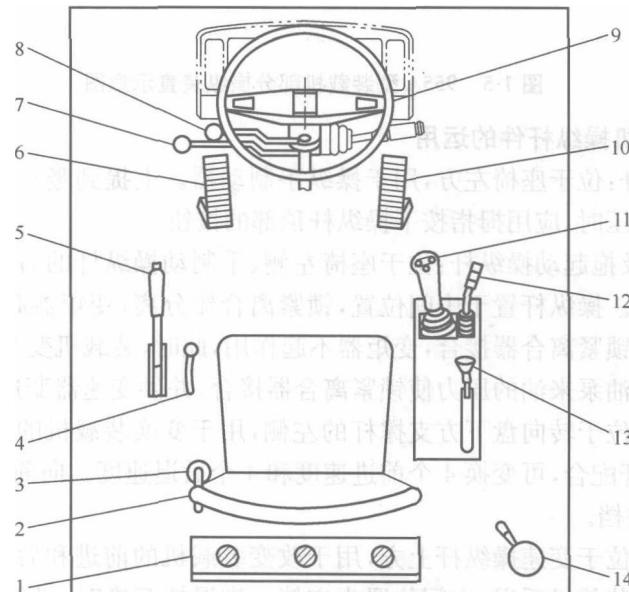
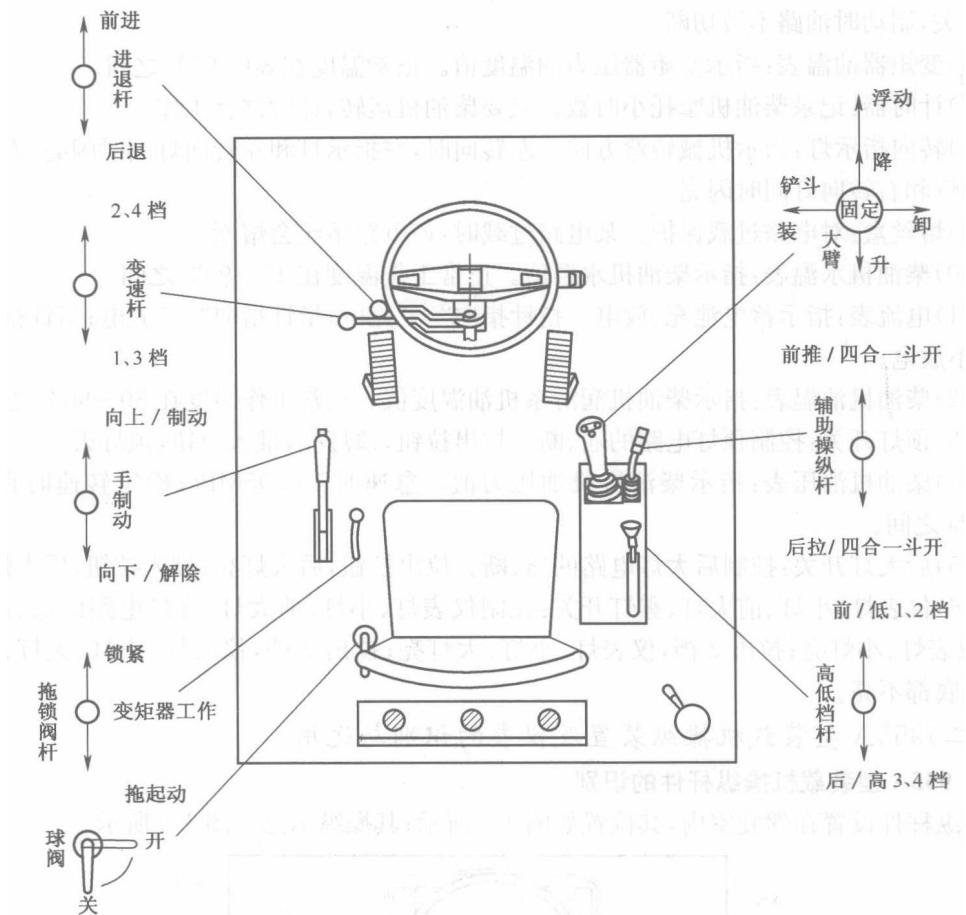

图 1-4 955A 型装载机操纵装置位置图
图 1-5 955A 型装载机部分操纵装置示意图
操纵杆件设置在驾驶室内,其位置如图 1-4 所示;其操纵示意如图 1-5 所示。
(1) 手制动操纵杆: 位于座椅左方, 用于操纵手制动器。上提到竖直位置为制动, 下压到水平位置解除制动。下压时, 应用拇指按下操纵杆顶部的按钮。
(2) 变矩器锁紧及拖起动操纵杆: 位于座椅左侧、手制动操纵杆的右侧, 用于操纵变矩器锁紧离合器接合或分离。操纵杆置于中间位置, 锁紧离合器分离, 变矩器起作用; 操纵杆向前推, 主油泵来油的压力使锁紧离合器接合, 变矩器不起作用, 此时, 装载机变为机械传动。向后拉操纵杆, 为拖起动, 辅助油泵来油的压力使锁紧离合器接合, 并供变速器变速操纵。
(3) 变速操纵杆: 位于转向盘下方支撑杆的左侧, 用于变换装载机的行驶速度。它和高、低档操纵杆、进退操纵杆配合, 可变换 4 个前进速度和 4 个后退速度。向前推为 2,4 档, 向后拉为 1,3 档, 中间位置为空档。
(4) 进退操纵杆: 位于变速操纵杆上方, 用于改变装载机的前进和后退。前推操纵杆, 装载机前进; 后拉操纵杆, 装载机后退, 中间位置为空档。进退档互换时, 必须在装载机停稳后才能进行。
(5) 脚制动踏板: 位于驾驶室左下方底板上, 用于操纵车轮制动器和变速器脱档阀。踩下制动踏板, 装载机制动, 同时, 制动灯和制动指示灯亮; 松开踏板, 解除制动, 同时, 制动灯和制动指示灯灭。脚制动可自动使变速器脱档, 所以, 制动前不必将变速杆置于空档位置。
(8)动臂及铲斗操纵手柄:位于座椅右侧,用于操纵动臂升降和铲斗翻转。向前推操纵手柄,动臂下降;向前推到底,动臂浮动。此时,按下定位电磁铁开关,手柄可以固定在浮动位置,开关断开,手柄即可自行回到中间位置。开关不断开,用手也可将手柄拉回到中间位置;中间位置静止;向后拉操纵手柄,动臂提升;向左扳操纵手柄,铲斗上转装料;向右扳操纵手柄,铲斗下转卸料(见图 1-5)。